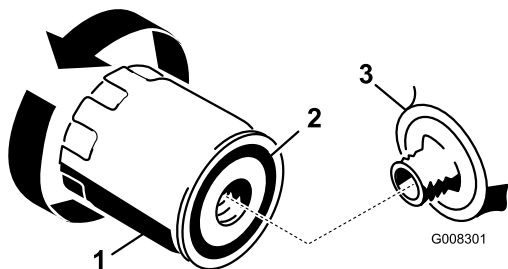

Figura 26
2. Retire el filtro usado y limpie con un paño la superficie de la junta del adaptador del filtro (Figura 26).
3. Aplique una capa fina de aceite del motor nuevo a la junta de goma sobre el filtro nuevo (Figura 26).
5. Apriete el filtro $\frac{1}{2}$ a $\frac{3}{4}$ de vuelta más (Figura 26).